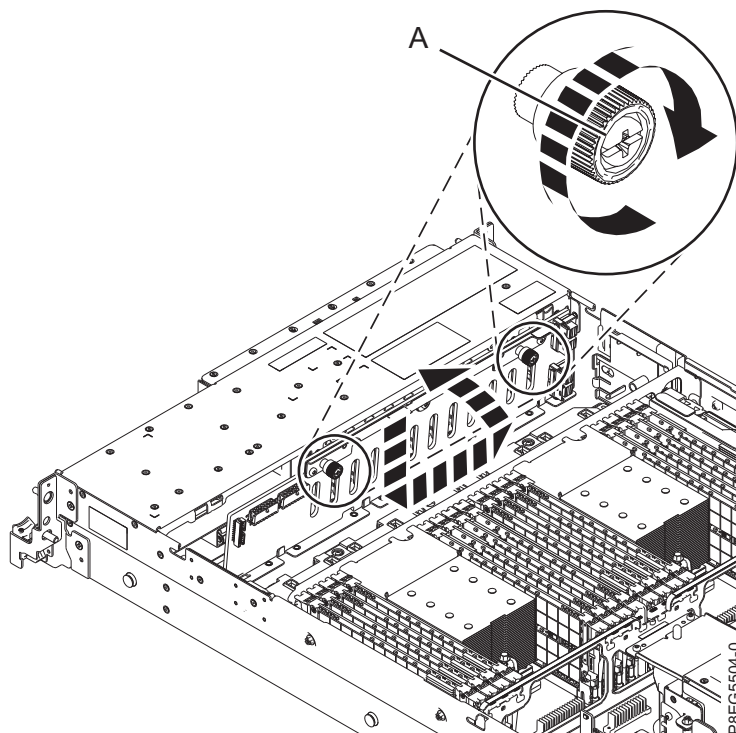

図 6. ディスク・ドライブ・バックプレーンの再取り付け
3. ディスク・ドライブ・バックプレーンの上部にある出っ張りを使用して、システムの前面に向くように、バックプレーンを再取り付けします。バックプレーンを背面に向けて傾け、シャーシの中に押し下げます。システムの中に挿入するためにバックプレーン・カットアウトをシャーシのタブに位置合わせします。9 ページの図 6 に示すように、バックプレーンを左に少し移動させて所定の位置に固定します。
4. それぞれの拘束つまみねじ (A) を、システムのシャーシに固定されるまで、慎重に締めます。